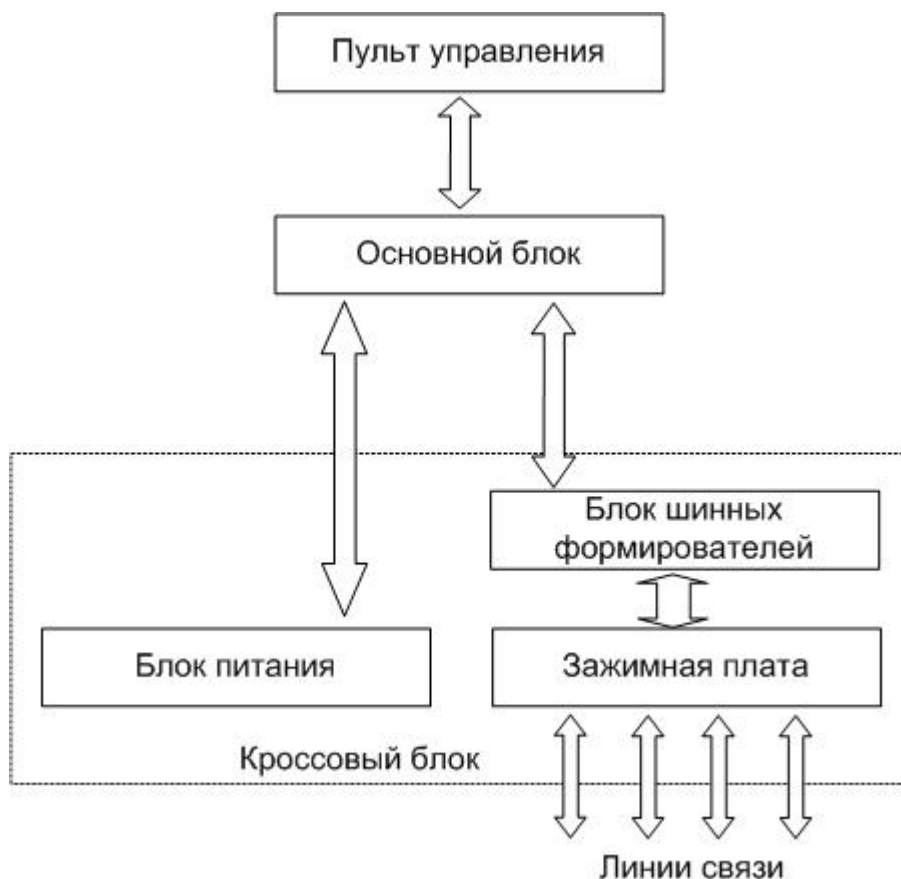

Рис. 1.
5.1 УСПД представляет собой специализированный микропроцессорный контроллер, состоящий из основного блока, пульта управления и кроссового блока. Структурная схема УСПД представлена на рис. 1.